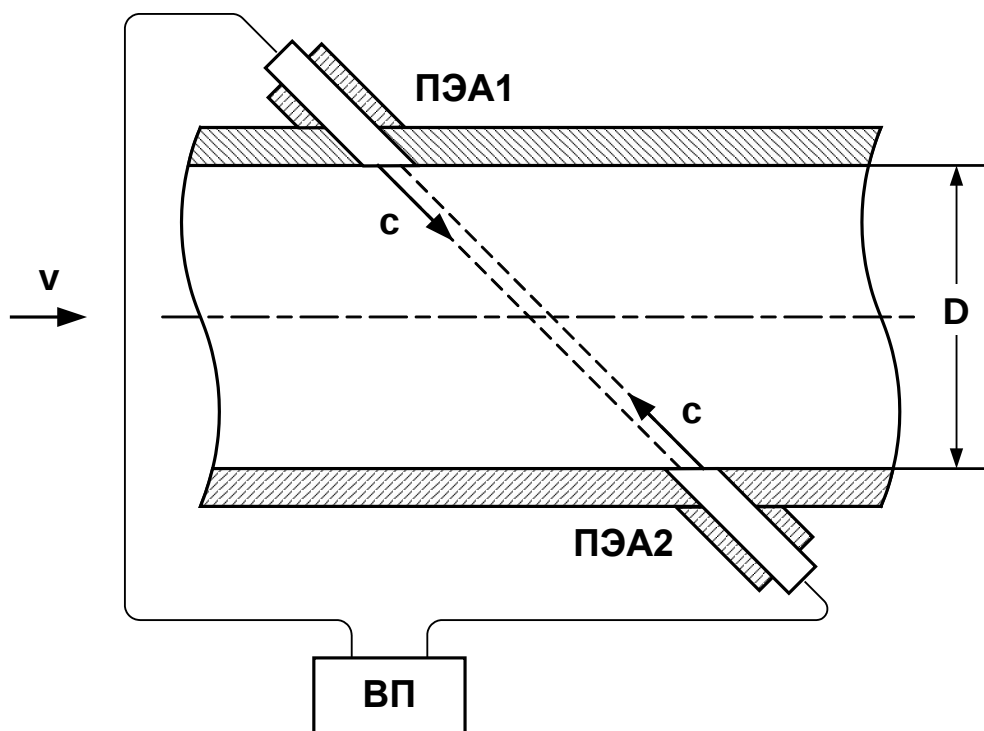

Рис. 1. Схематичное изображение измерительного участка с установленными ПЭА.
1.5.1.2. Электрические зондирующие импульсы, генерируемые ВП, одновременно поступают на ПЭА1 и ПЭА2 (рис.1).